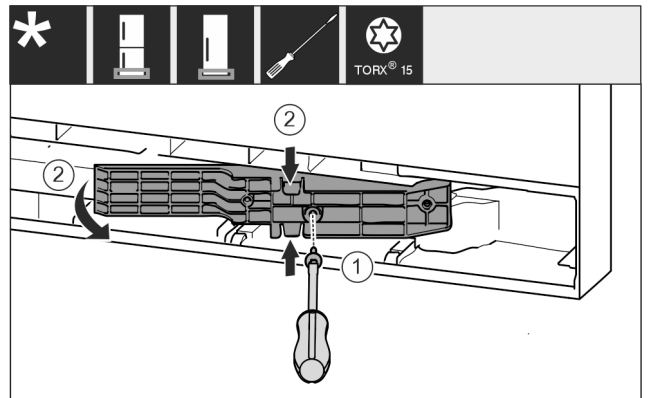

Fig. 18 \*
- ▶ Lironi vidat me një kaçavidë T15. Fig. 18 (1)\*
- ▶ Tërhiqni jashtë pjesën përshtatëse. Fig. 18 (2)\*